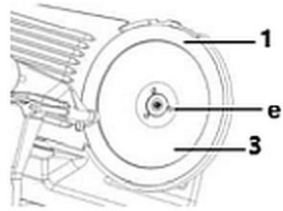

Fig. 13
4. For at fjerne kniven (1), løsn 3 monteringskruer (e) ved hjælp af en speciel nøgle (fig. 13).
5. Tag forsigtigt kniven af (1).
6. Knivafskærmningen (3) og kniven (1) skal rengøres i rent vand med et neutralt rengøringsmiddel. Brug en svamp, der hører med i leverancen, rensbørste eller en blød klud. Skyl grundigt med rent vand.